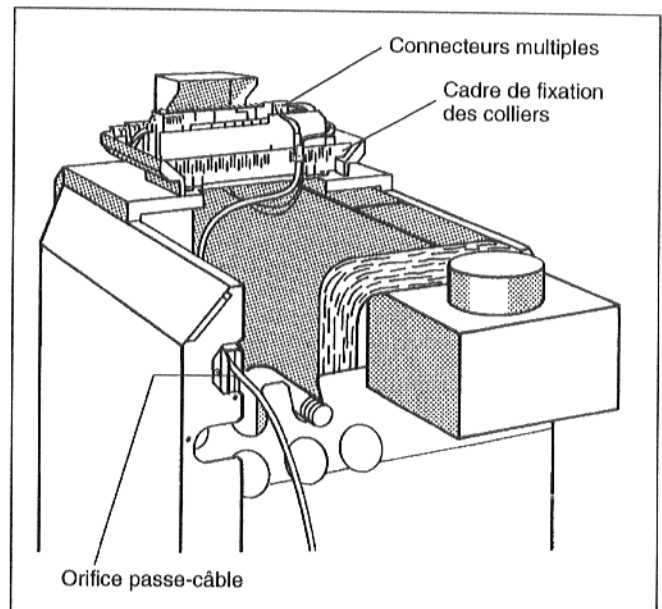
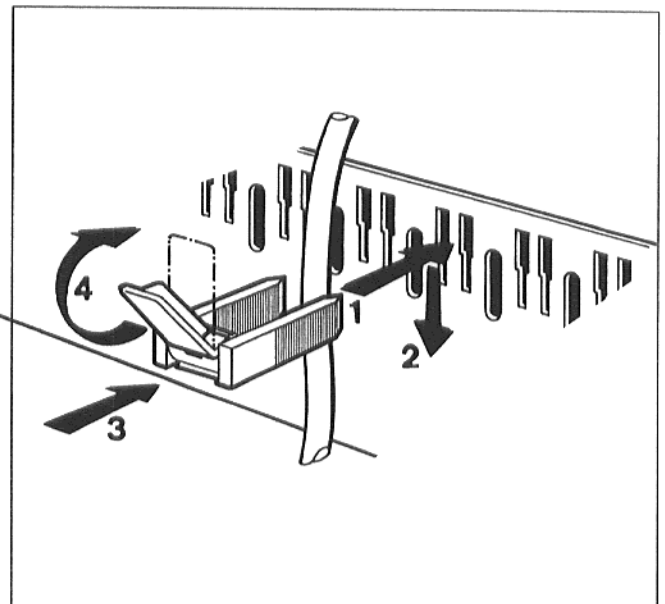

Fig. 18 Passage de câble et connecteurs multiples
Fig. 19 Assurer le câble par un serre-câble
- Effectuer sur place les raccordements électriques aux connecteurs multiples selon le schéma électrique (Fig. 18).
Amener les câbles par l'arrière à travers l'orifice passe-câble jusqu'à l'appareil de réglage (Fig. 18).
- Assurer tous les câbles par des serre-câble : Glisser les serre-câbles portant leurs câbles par le haut, dans la rainure du cadre de fixation des colliers (Fig. 18) ; la barre du levier doit indiquer le haut. Glisser les serre-câbles vers le bas et appuyer. Positionner le levier vers le haut (Fig. 19).